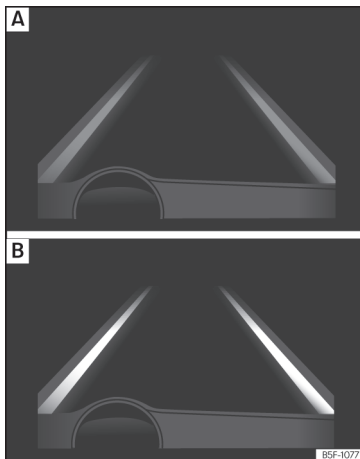

Fig. 282 En la pantalla del cuadro de instrumentos: indicación en la pantalla del sistema de aviso de salida del carril (ejemplo 1).
- **fig. 282 A**: El sistema está activado, pero no disponible, bien por no haber alcanzado la velocidad mínima o bien porque no reconoce las líneas de carril.
- **fig. 282 B**: El sistema está activado y disponible, tiene las dos líneas del carril reconocidas. En este momento no está corrigiendo la trayectoria. »